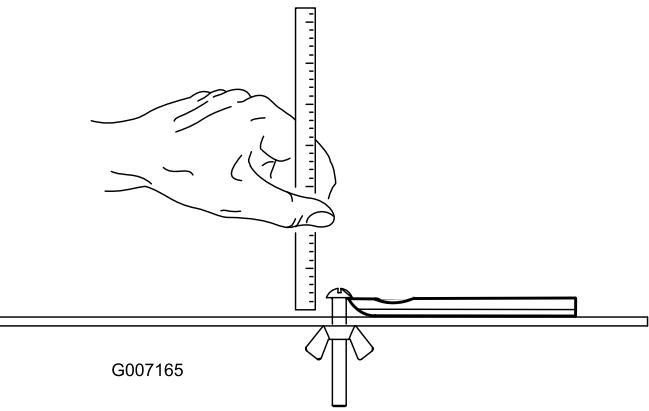

Figura 21
**Nota:** Todas as medidas dos limites de assistência da lâmina se referem à parte inferior da lâmina (Figura 21)